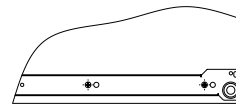

Рис.1
1. При помощи шурупов 3,5х16 установить направляющие длиной 400 мм на боковины 5, 6 и перегородку 14, а направляющие длиной 450 мм на боковины 5, 6. **Внимание:** данные направляющие закрепляются во вторые (большие) отверстия (Рис. 1).